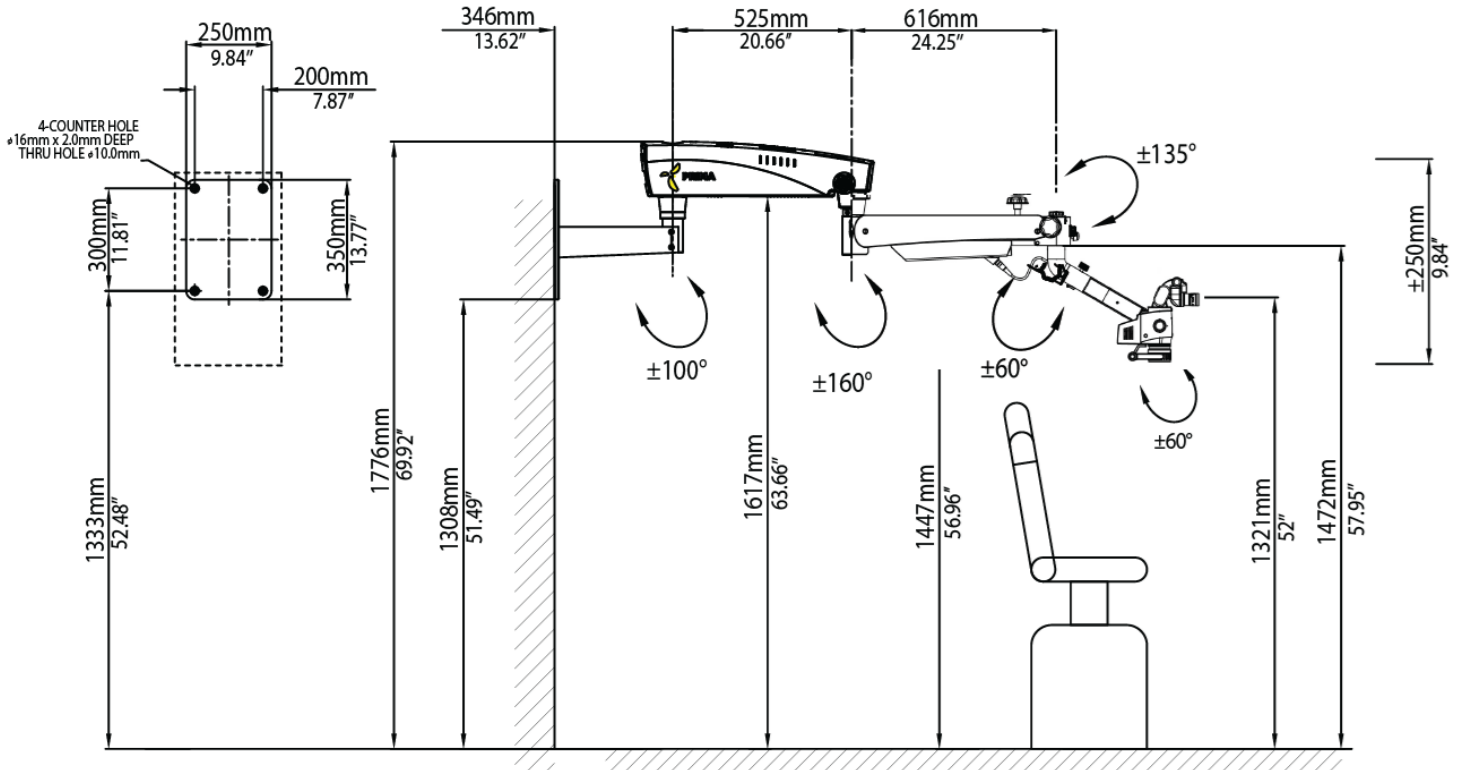

Abb. 13a
- C. Abstand vom Boden – Siehe geeignete Höhe gemäß bestellter Konfiguration aus Abbildung 13a.